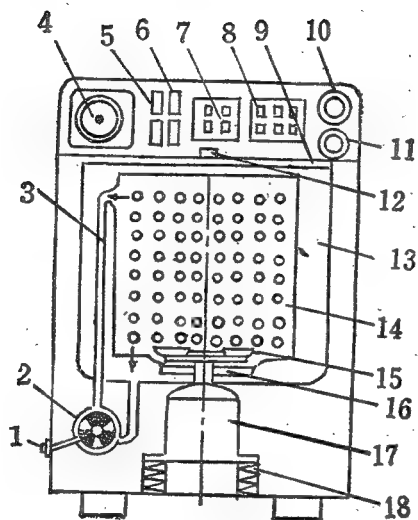

图 4
4. 全自动波轮式洗衣机：其结构如图4所示。为了节省占地面积，易于实现自动控制，将洗涤脱水桶合并为一体，套装在接水桶内，波轮与洗涤脱水桶的旋转由一个马达带动。洗涤时，装于内轴上的波